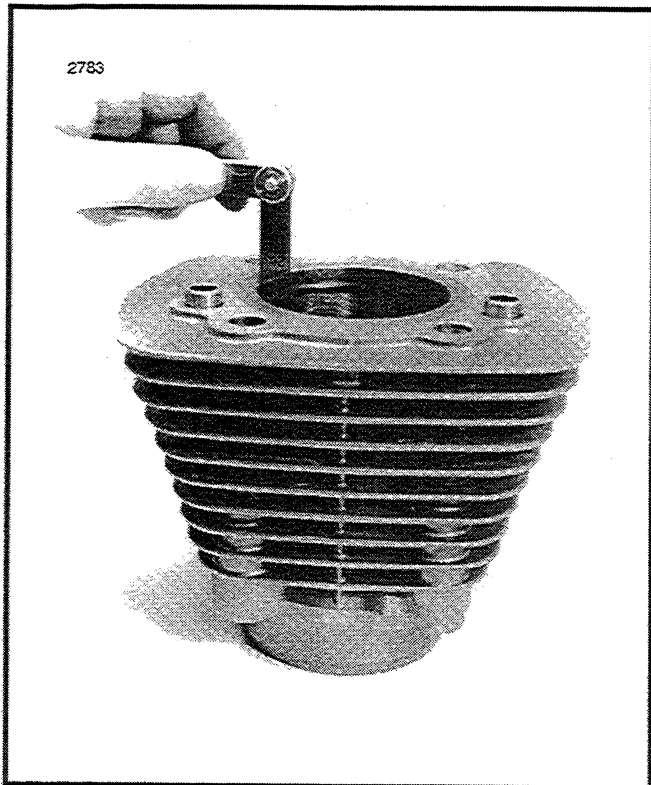

Figure 3-31. Mesure du jeu latéral du segment
1. Voir Figure 3-31. Placez le piston dans le cylindre à 0.5 po. (13 mm) du sommet. Vérifiez le jeu latéral des segments contre le piston comme indiqué sur la photo. Vérifiez le jeu latéral avec le calibre d'épaisseur. Voir les SPECIFICATIONS de tolérance.